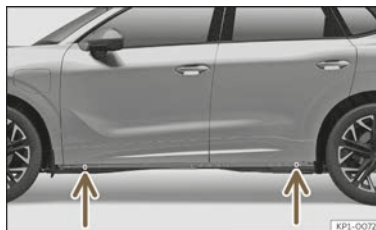

Abb. 248 Aufnahmepunkte für den Wagenheber.
- Suchen Sie am Längsträger die Markierung des Wagenheberaufnahmepunktes (Eindrückung), die dem zu wechselnden Rad am nächsten liegt >>> (Abb. 248).